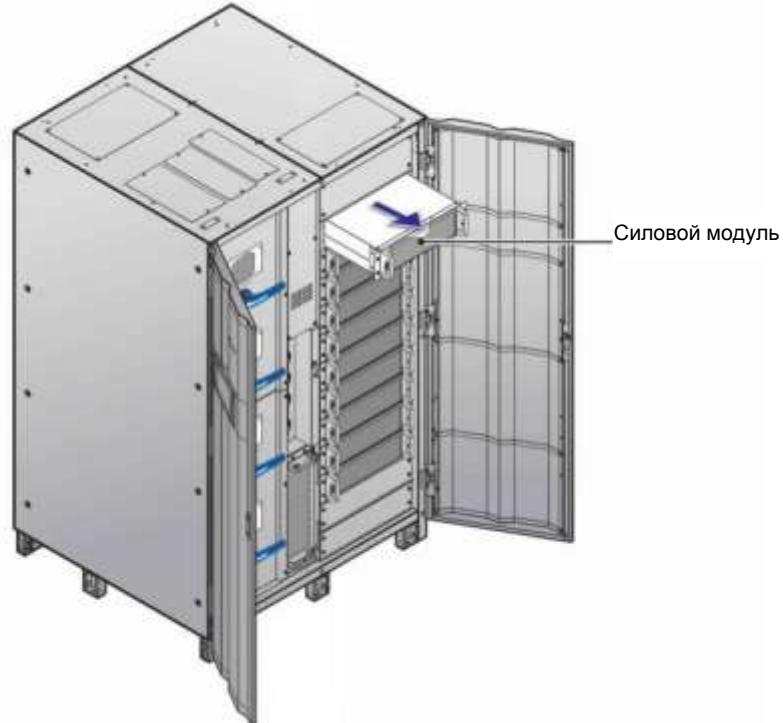
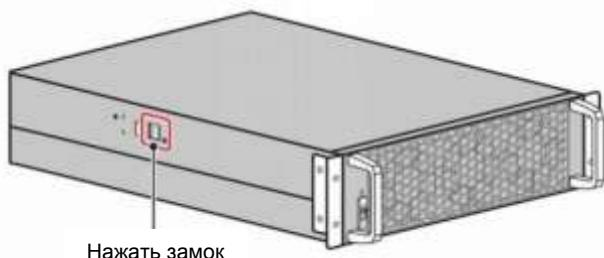

Рисунок 5-40: Демонтаж силового модуля
Рисунок 5-41: Нажатие на замок силового модуля
- 3 Выдвиньте силовой модуль из слота (понадобится два человека) (см. **Рисунок 5-40**). Когда модуль дойдет до упора, нажмите замок (см. **Рисунок 5-41**) на левой стороне силового модуля для продолжения извлечения его из шкафа ИБП.